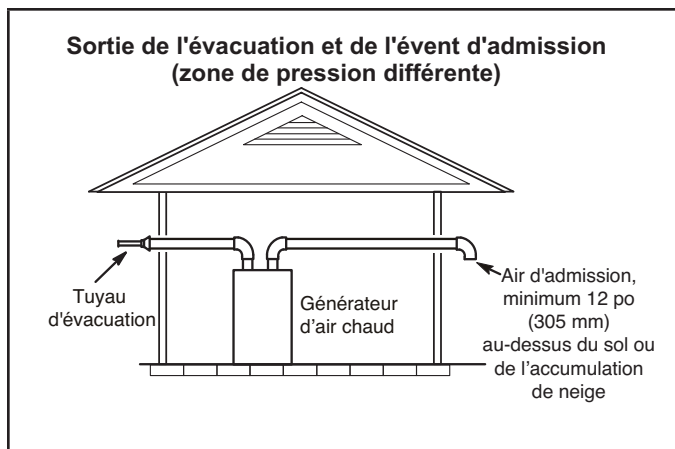
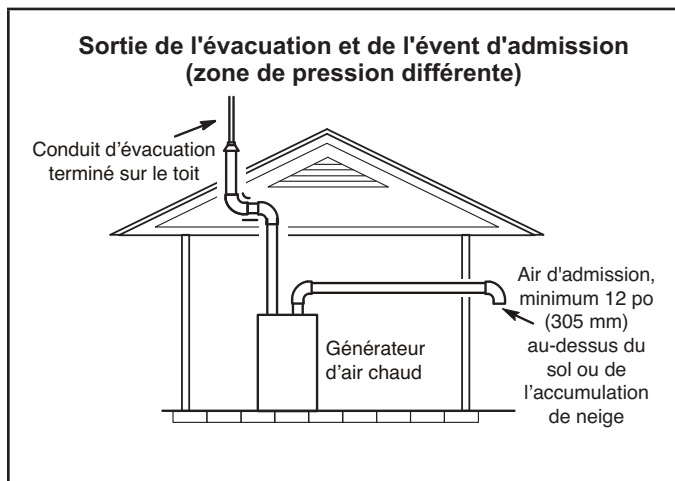

FIGURE 31
FIGURE 32
- 1 - Il n'est pas nécessaire que les terminaisons d'évacuation se trouvent dans la même zone de pression. L'admission peut sortir d'un côté de la structure et l'évacuation d'un autre côté (FIGURE 31). L'évacuation peut sortir par le toit et l'admission par le côté de la structure (FIGURE 32).